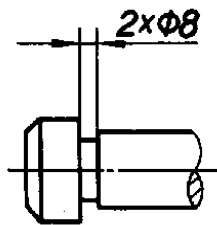
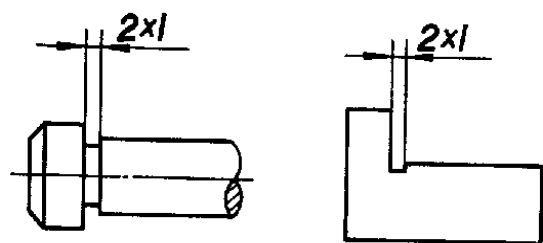

图 34
图 35
4.3 一般的退刀槽可按“槽宽×直径”(图34)或“槽宽×槽深”(图35)的形式标注。